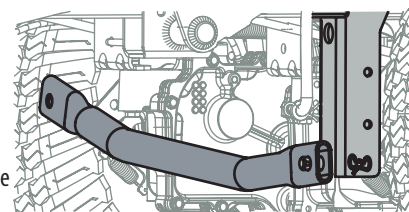

Figure 52
- b. Enlevez la goupille fendue sur le côté gauche de la barre qui la retient au support du châssis. Voir Figure 52.